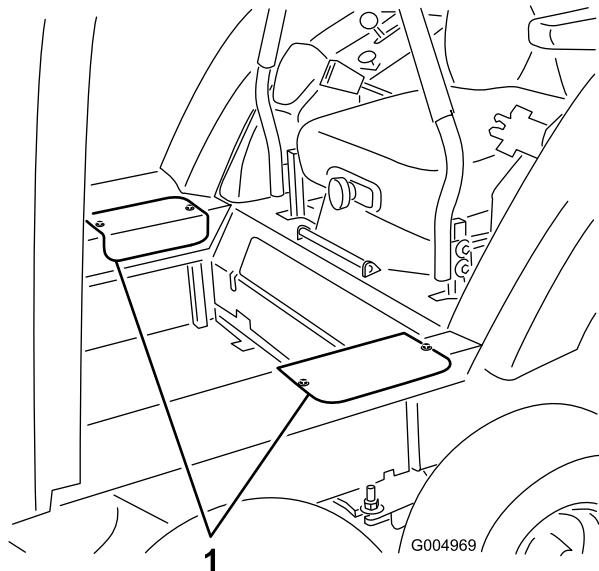

Figura 52
- Retire los dos tornillos que sujetan cada tapa de acceso lateral, y retire las tapas (Figura 52).